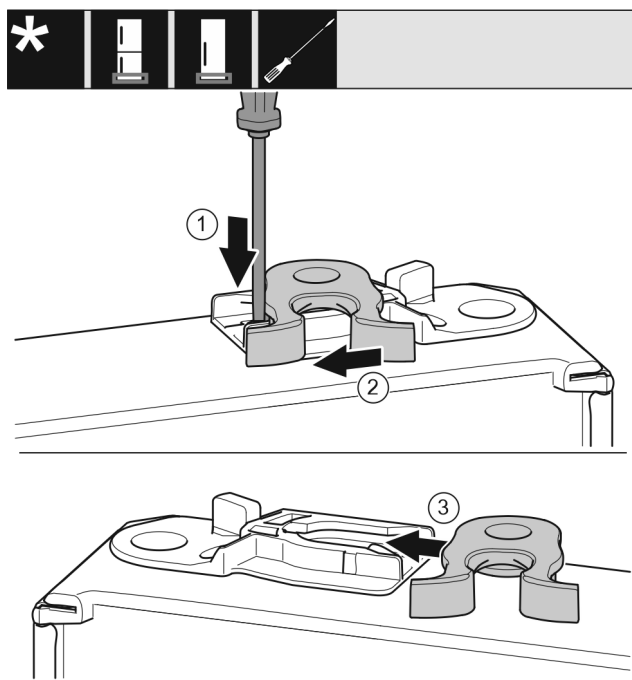

Fig. 23
- Pousser la languette Fig. 23 (1) vers le bas avec un tournevis plat.
- Retirer la gâche Fig. 23 (2) du guide.
- Pousser la gâche Fig. 23 (3) de l'autre côté dans le guide.